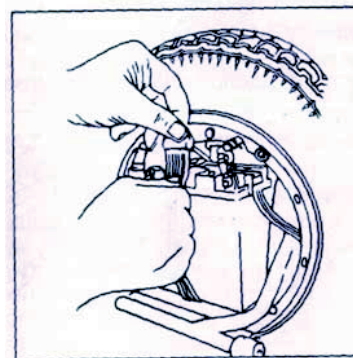

Fig. 46
- 4.3.4 Collegare la cinghia di fissaggio prima al gancio inferiore, poi mantenere saldamente la batteria con una mano, stringere la cinghia e fissarla al gancio superiore. Controllare nuovamente se la batteria è saldamente assicurata (Fig. 46).